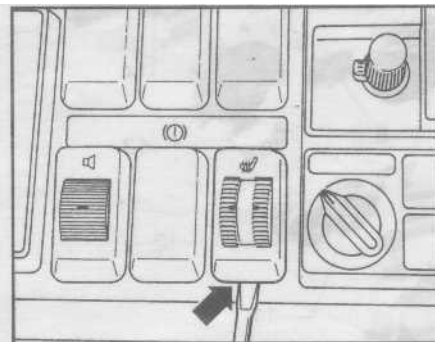

Рис. 13.3. Подденьте нижний край выключателя
- 3 Для выключателей других типов, например выключателя обогревателя заднего сиденья, просто подденьте рычагом нижний край (см. рис. 13.3).